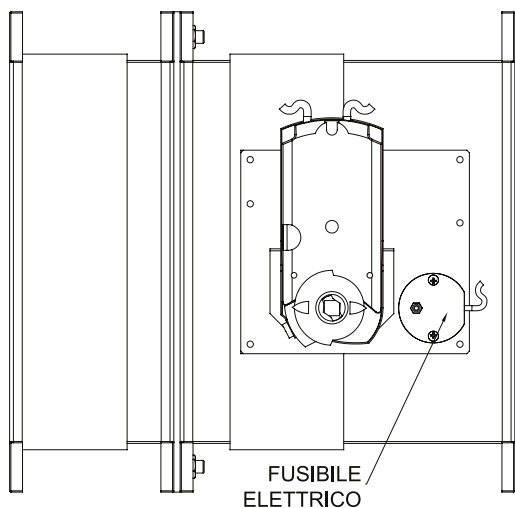

FIG. 13 Pala chiusa
- 2 - Attendere che il servomotore porti la pala in chiusura (come in FIG. 13);